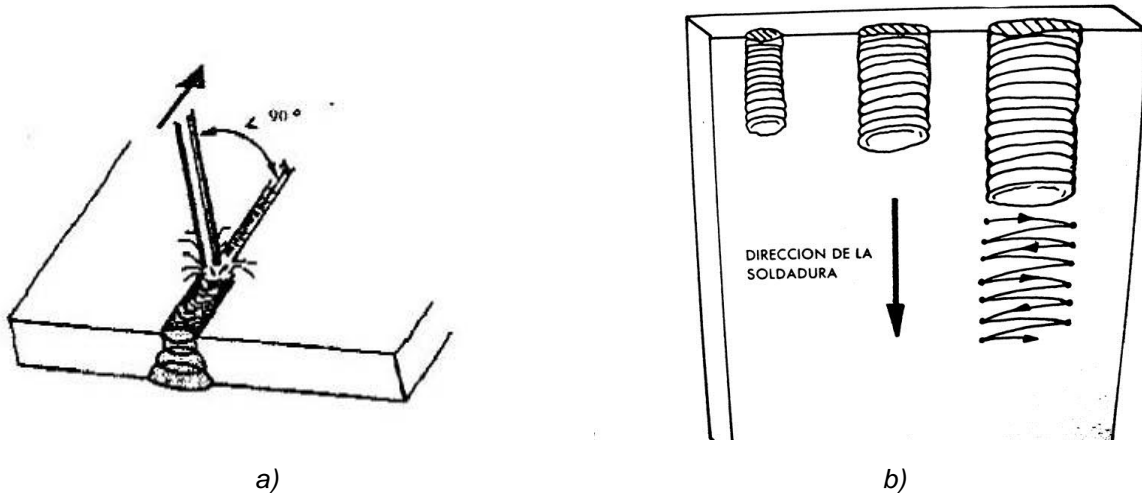

Figura 11. a) Posición del electrodo. b) Tipo de cordón que se genera, el ancho depende de que tan grande se realice el movimiento.
3. Acercar el electrodo a la placa y en el momento que salte el arco, proceder a realizar movimientos circulares u otro, a lo largo de la placa a una velocidad y altura constante, como se muestra en la figura 11.